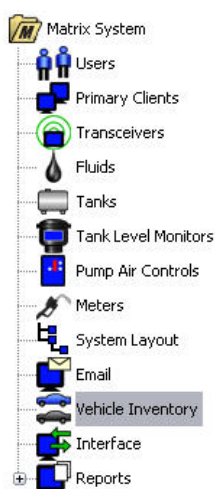

FIG. 149
1. Sélectionnez "Vehicle Inventory" (Inventaire des véhicules) dans la liste du panneau du système Matrix (FIG. 149).